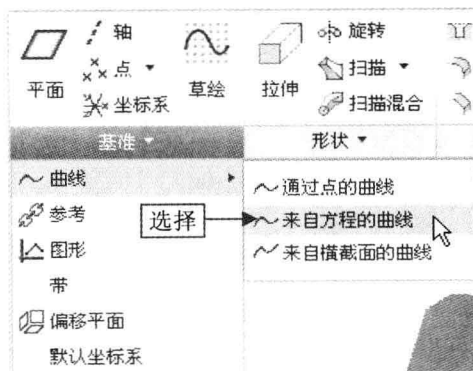

图 14-28 选择相应选项 1
Step 02 单击“关闭”面板中的“确定”按钮, 完成截面绘制并退出草绘环境，在“功能区”选项板的“模型”选项卡中，单击“基准”面板中“基准”右侧的下拉按钮，在弹出的下拉列表中选择“曲线”→“来自方程的曲线”选项，如图14-28所示。